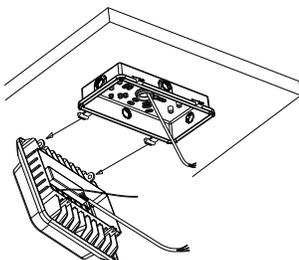

Figure 2-5
5. Slide the cover horizontally to attach it to the hinges. Fig. 2-5
5. Faites glisser le couvercle horizontalement pour le fixer aux charnières. Fig. 2-5